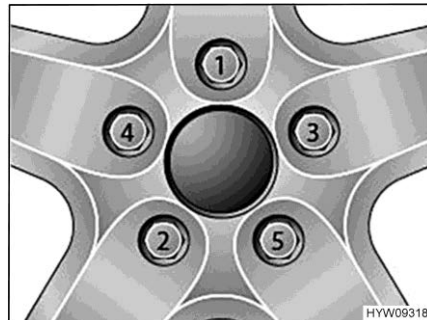

Fig. 213 Serraggio a croce di dadi delle ruote e bulloni delle ruote
- Serrare i dadi delle ruote o i bulloni delle ruote nell'ordine riportato in Fig. 213. A tale scopo, utilizzare una chiave dinamometrica e rispettare la coppia di serraggio indicata (vedi paragrafo 13.5.2).
- Controllare regolarmente il serraggio dei dadi o dei bulloni. Regolare il serraggio dei dadi delle ruote o dei bulloni delle ruote di una ruota sostituita dopo circa 50 km. A tale scopo, procedere seguendo l'ordine indicato in Fig. 213.
- Se si utilizzano cerchioni nuovi o riverniciati, regolare il serraggio dei bulloni o dei dadi dopo altri 1000 - 5000 km. A tale scopo, procedere seguendo l'ordine indicato in Fig. 213.
- ▷ Serrare a croce i dadi o i bulloni delle ruote (Fig. 213).